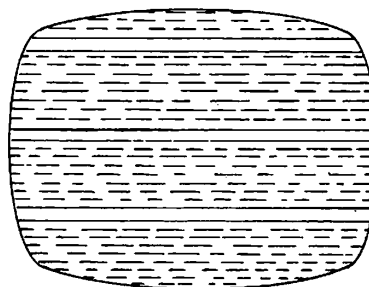

Figura 2
10. Girando o núcleo de ferrite da bobina você obterá no canal escolhido uma imagem como mostra a figura 2. Deixe a bobina B2 com o núcleo na posição em que esta imagem seja mais nítida.